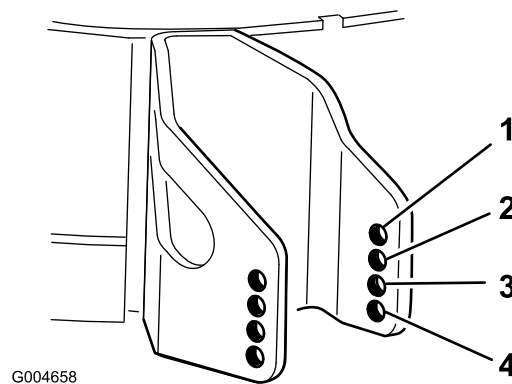

Bild 19
4. Wählen Sie ein Loch, bei dem die Antiskalpierrolle der gewünschten Schnitthöhe so nahe wie möglich ist (Bild 19).